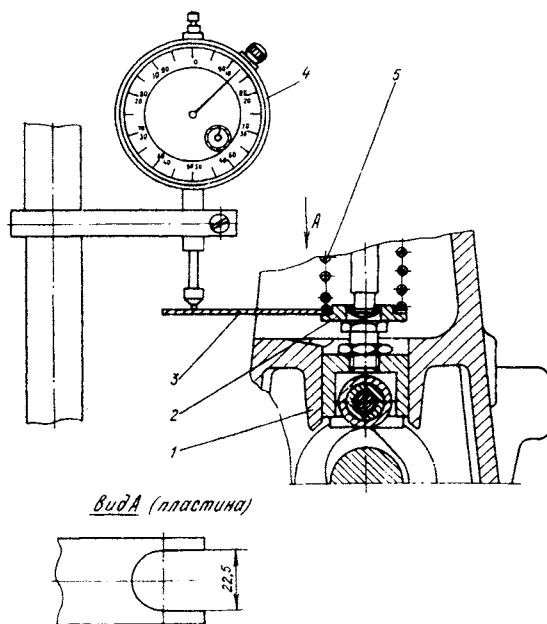

Рис. 57. Прибор для проверки величины подъема толкателя:
2. Снять боковую крышку насоса и установить пластину 3 (рис. 57) своим пазом на цилиндрический выступ нижней тарелки 2 пружины толкателя под опорный виток пружины 5.